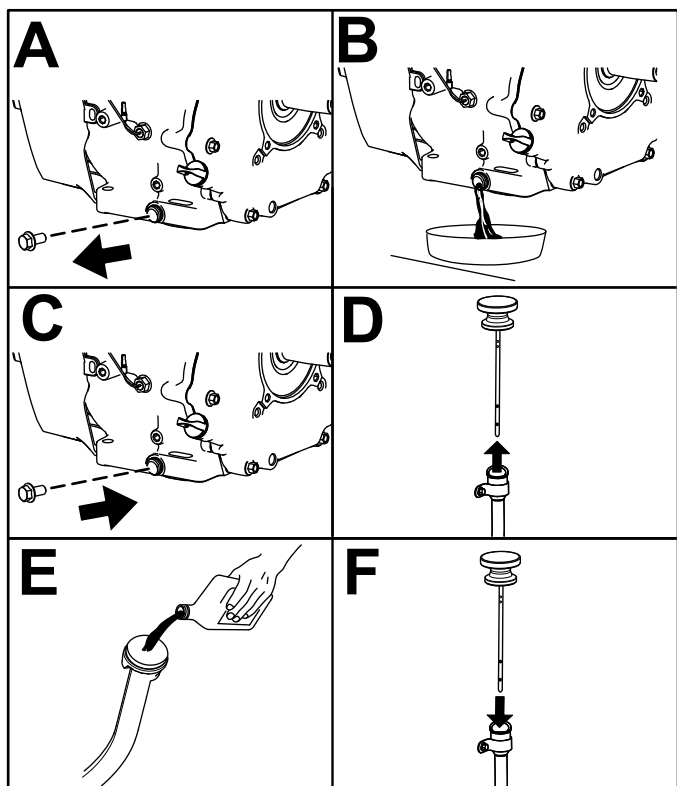

Figura 40
6. Cambie el aceite del motor como se muestra en Figura 40.